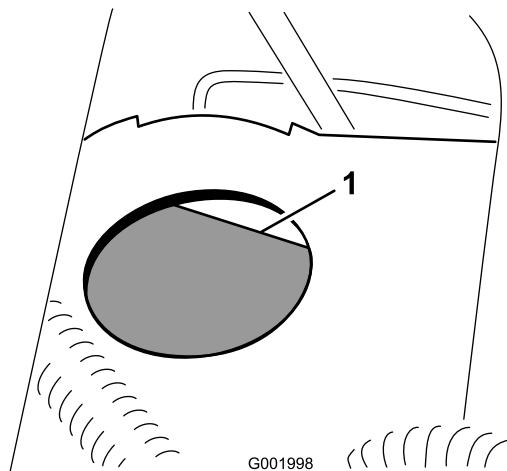

Figura 57
2. Il livello dell'olio deve raggiungere la linea di pieno sul serbatoio (Figura 57).